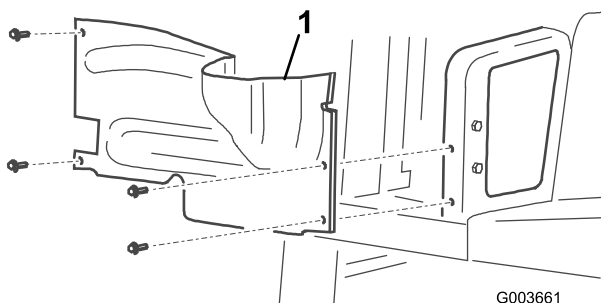

Figure 2
5. Retirez les 4 boulons qui fixent la roue droite au châssis et déposez le carénage (Figure 2).